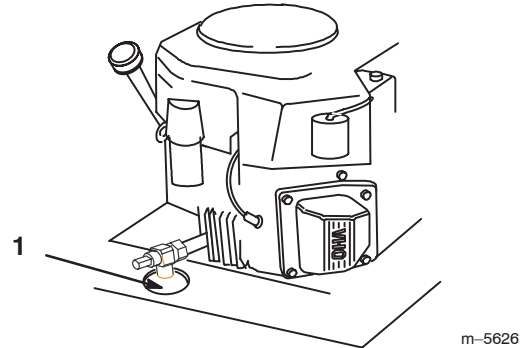

Figure 33
4. Placez un bac de vidange sous l'orifice de vidange. Enlevez le bouchon de vidange (Fig. 33).